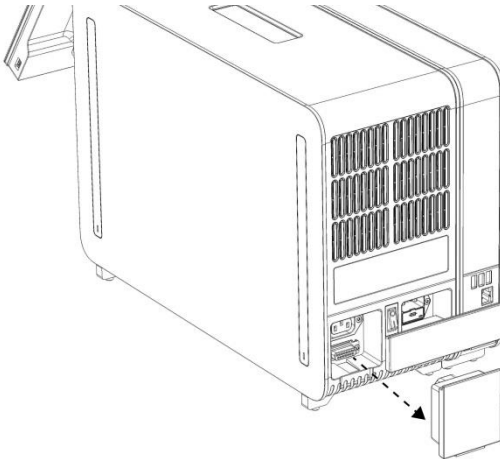

Abbildung 9: Entfernen des Abschlussstücks
- 1d. Entfernen Sie das Abschlussstück an der Rückseite des Analysemoduls (Abbildung 9).